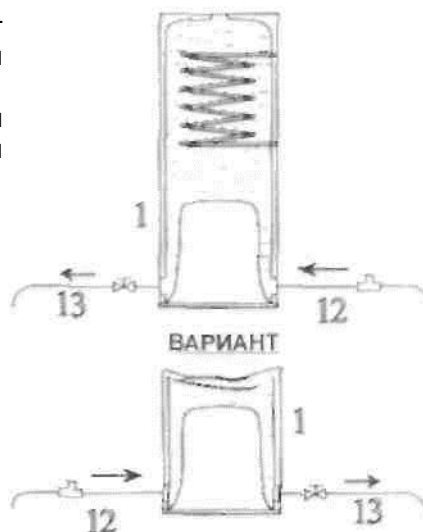

Рис. 24.3.
3. Варианты подключения обратного трубопровода к котлу. (Рис. 24.3.)